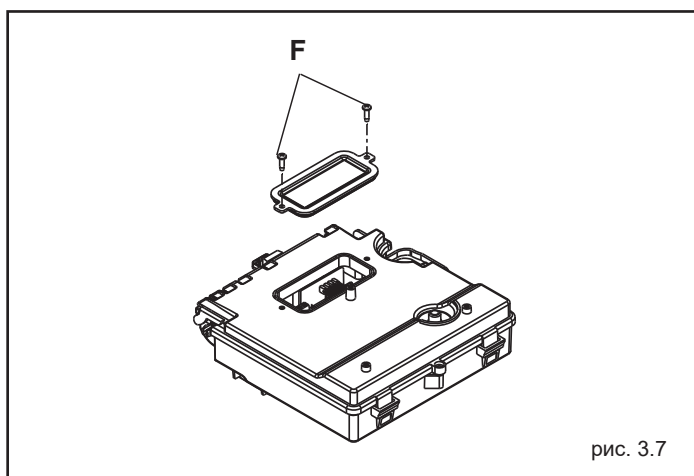

рис. 3.7
- открутите крепежные винты (F), чтобы снять крышку клеммной колодки (рис. 3.7)